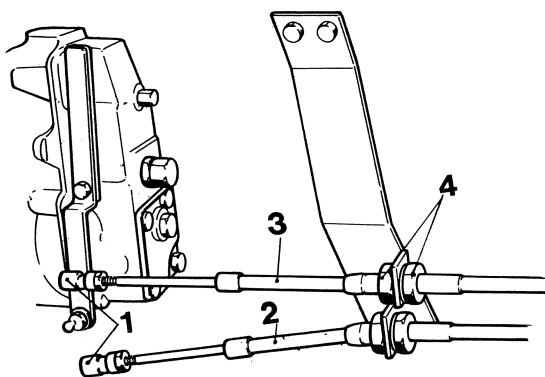

Fig. 31. Câble de commande du régime moteur à la pompe
2. Comprimer la fixation du câble au levier de la pompe à injection et enlever le câble, (3) voir fig. 31 et 32. Le remplacer par le câble en provenance de la chambre des machines (2) et le fixer sur la boule inférieure. Comprimer la fixation lors du branchement. Pour une installation double, changer également le câble de l'autre moteur.